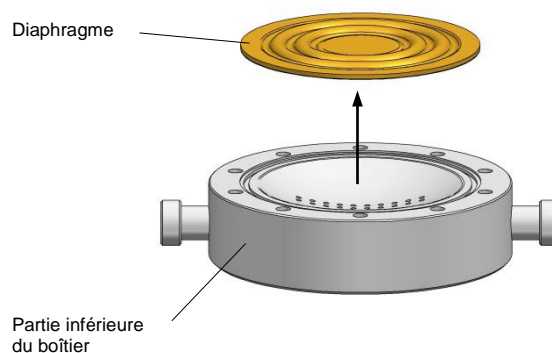

Fig. 28 Remplacement du diaphragme (version en matière synthétique)
- Retirer le diaphragme (cf. fig. 28).